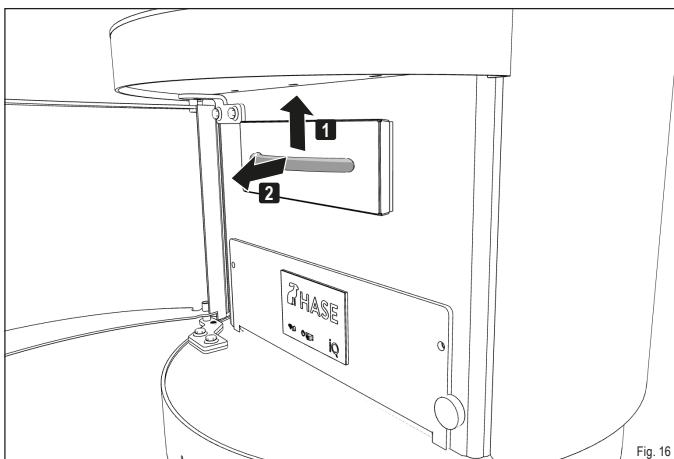

Fig. 16
- ▶ Tirez le bac à cendres hors de l'ouverture par le capot (Fig. 16). Videz les cendres dans un récipient résistant au feu.
- ▶ **Tirez le bac à cendres hors de l'ouverture par le capot (Fig. 16). Videz les cendres dans un récipient résistant au feu ou passez l'aspirateur.**
- ▶ **Tirez le bac à cendres hors de l'ouverture par le capot (Fig. 16).**